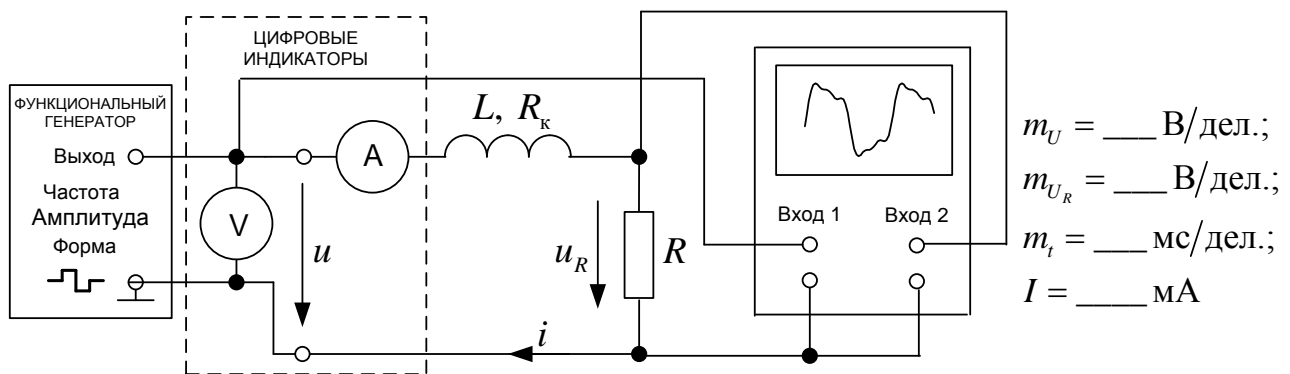

Рис. 1.2. Схема первого опыта
1) Собрать электрическую цепь по схеме, приведенной на рис. 1.2.
- 2) Расчет  $X(\omega), X(3\omega), X(5\omega), Z(\omega), Z(3\omega), Z(5\omega), \dot{I}_{1m}, \dot{I}_{3m}, \dot{I}_{5m}, \frac{I_{3m}}{I_{1m}}, \frac{I_{5m}}{I_{1m}}, i, I$ , коэффициентов искажения тока  $k_{ис\ i}$  (1.9) и несинусоидальности тока  $k_{нс\ i}$  (1.10) в схемах рис. 1.2 и 1.3. Результаты занести в табл. 1.1.